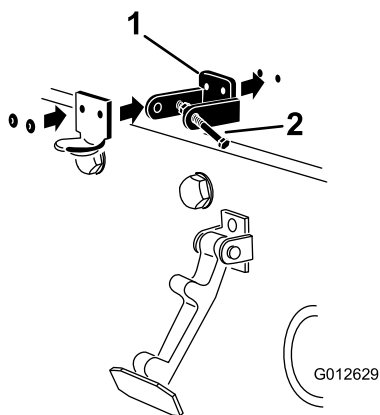

Figure 5
4. Alignez les trous de montage et positionnez le support de loquet CE et le support de loquet du capot sur le capot (Figure 5).
6. Rivetez les supports et les rondelles sur le capot (Figure 5).